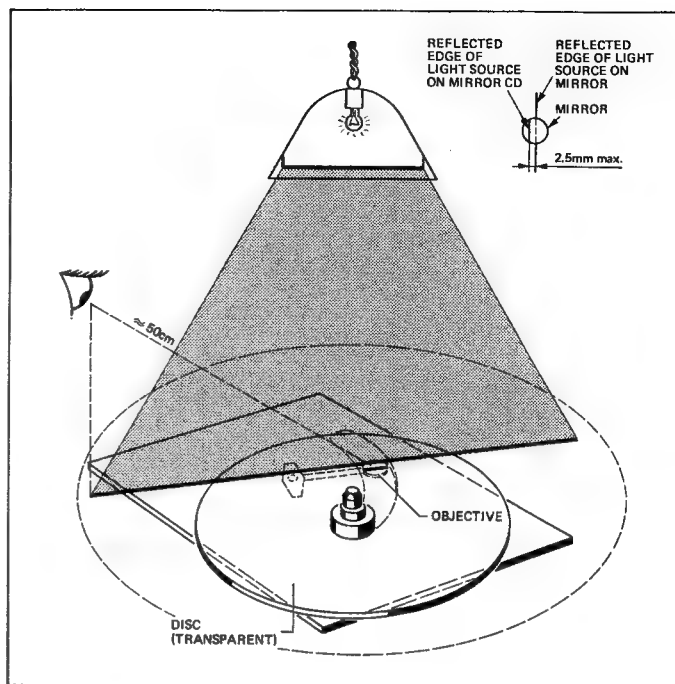
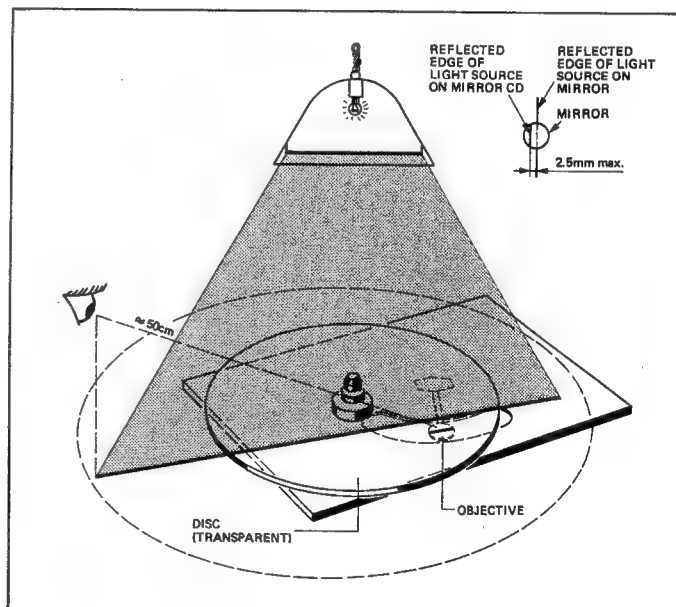

Fig. 4.13
Fig. 4.14
→ fig. 4.13 / fig. 4.14
- En observant les deux ombres sur le disque de verre et le miroir (fig. 4.13) on ne doit pas constater de décalage latéral de plus de 2,5 mm.
- Poser le mécanisme de manière que la ligne d'ombre tombe perpendiculairement au bras mais en passant par le centre du miroir sur l'optique à laser (fig. 4.14).